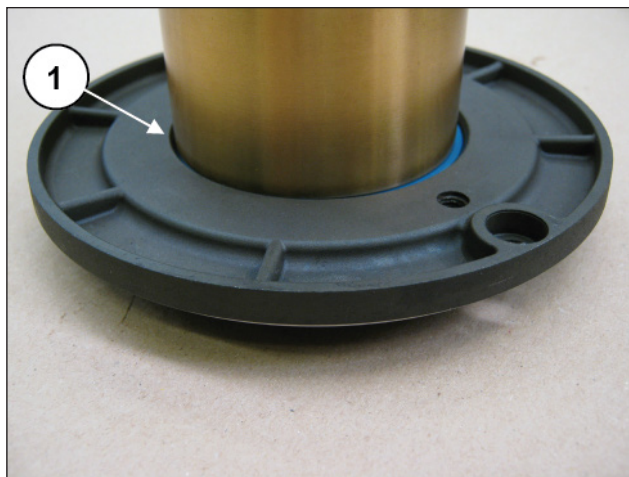

图 137
安装径向密封环到油封盖（①，图 137），使用缓冲垫或其他工具（专用工具，代号27643500）。